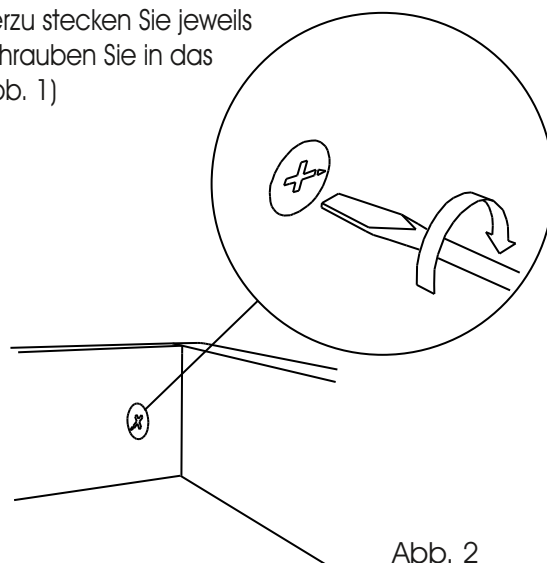

Abb. 2
(Abb. 2)
3. Verschrauben Sie die Kufen mit je 4 Stück Ø4x25mm RW-Schrauben. Drehen Sie anschließend die Sockelschrauben in die hierfür vorgesehenen Gewindebohrungen der Kufen. (Abb. 2)
2. Stecken Sie das Sockelvorderstück und die Sockel-Retouren zusammen und drehen den Excenter fest. (Abb. 2)